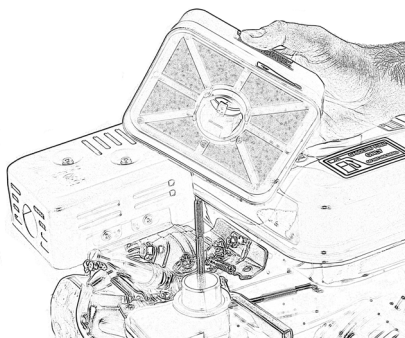

Bild 21
- Öppna vingmuttern på luftfilterhusets ovasida och dra huset uppåt, fig. 21.